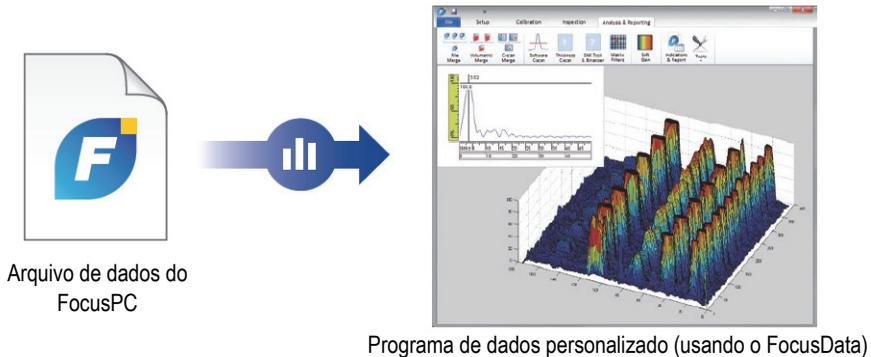

Figura i-5 Exemplo de uma apresentação de dados personalizados usando o FocusData.
- O FocusData é um outro SDK que também possui amostras de programa e o código fonte completo. O FocusData permite a criação de programas que podem ser usados para a extração de dados brutos de inspeção para um processamento de dados personalizado e apresentação (Figura i-5 na página 18). Para mais detalhes, veja “FocusData SDK” na página 20.